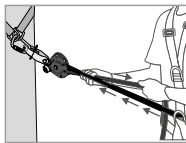
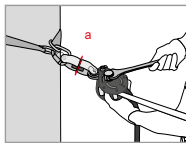

Fig 3
Fig 4
Zodra de veiligheidslijn is geïnstalleerd, moet de spanning vooraf worden gecontroleerd door handmatig aan het touw te trekken (aan de kant van de endknoop — fig. 3). De kam (8) en de klemhendel (4) moeten automatisch in contact komen met het touw. Haal de klemhendel (4) naar beneden en pas door middel van een aangepaste sleutel net zolang spanning toe op de as voor de spanningsinstelling (1) tot de spanningsindicatorring (a) op de spanningsindicator (2) vrij ronddraait (fig. 4). Zodra de spanningsindicatorring vrij ronddraait **DEZE NIET VERDER AANDRAAIEN!** Dit komt overeen met een voorspanning op de lijn van ongeveer 0,5 kN. Controleer tijdens het gebruik deze spanning regelmatig (rotatie van de spanningsindicatorring) en stel deze indien nodig af zoals hierboven beschreven.